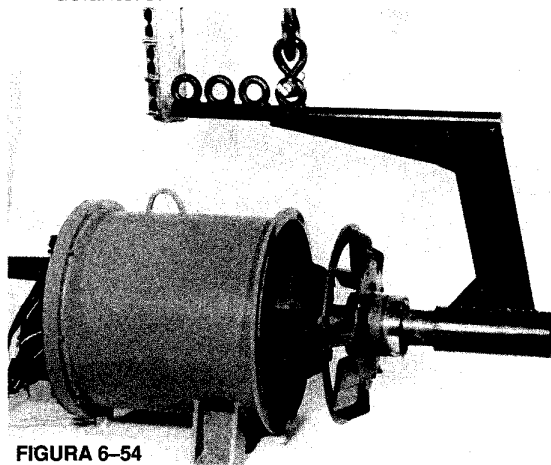

FIGURA 6-54
2. Usando un accesorio para alzar el rotor y un malacate adecuado, instale cuidadosamente el ensamble del rotor en el ensamble del estator principal a través del extremo del impulsor. (Figura 6-54.) Al instalar el rotor haga pasar con cuidado los cables del rotor a través del hueco del eje del soporte del extremo delantero.